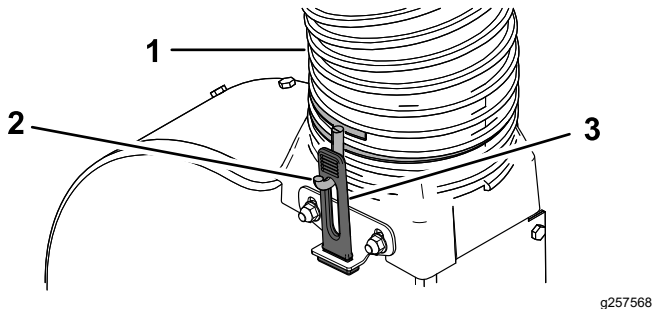

Figura 20
2. Enrosque la abrazadera en el otro extremo de la nueva manguera con 2 o 3 vueltas (Figura 20).
3. Instale la manguera sobre la transición del soplador, de modo que la manguera forme un ángulo de 90 grados desde la tapa. Ajuste la orientación de los ganchos de la abrazadera cuanto sea necesario, de modo que queden alineados con los cierres de goma y fije la manguera estirando los cierres de goma sobre los ganchos (Figura 20).